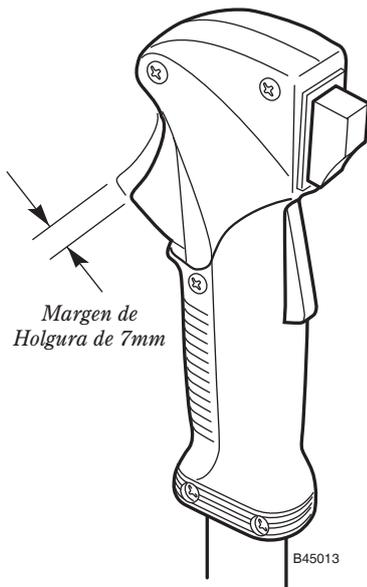
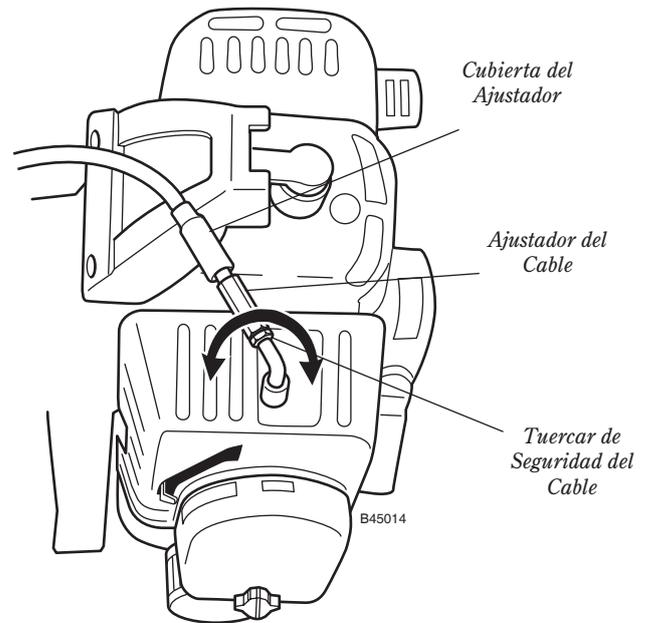

Figura 12
Figura 13
2. Verifique el espacio libre de la palanca del control del acelerador. El espacio libre o holgura adecuada debe ser de aproximadamente 7 mm (0,275" pulgadas) en la posición de marcha mínima. Consulte la figura 12. De ser necesario, la holgura se puede ajustar según se indica a continuación. (consulte la figura 13);